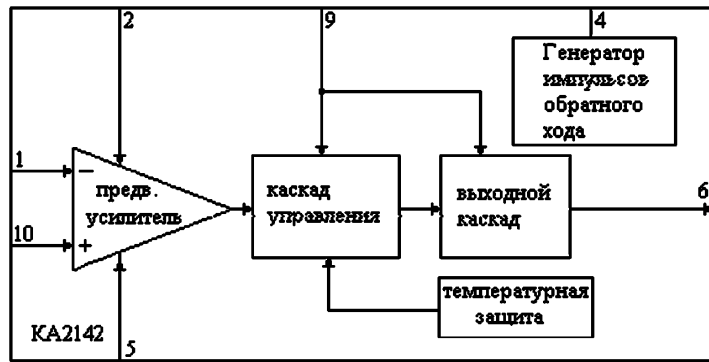
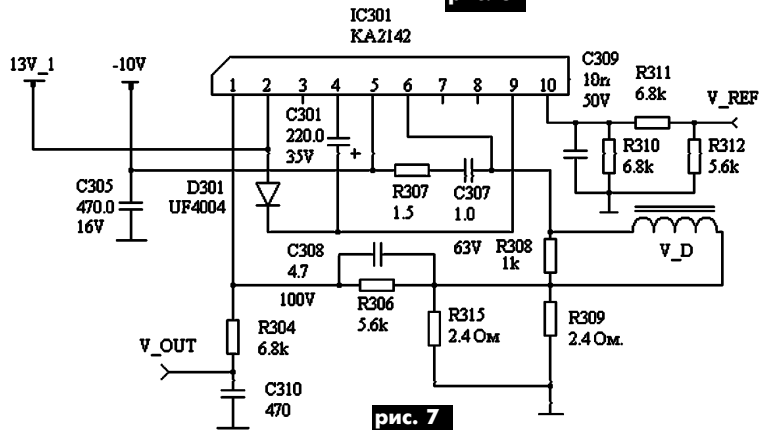

рис. 6
рис. 7
**Микросхема KA2142**, производитель Fairchild Semiconductor, представляет выходной каскад вертикального отклонения. В составе микросхемы предварительный и выходной усилители, генератор обратного хода, цепь отключения при тепловых перегрузках (**рис.6**). Назначение выводов микросхемы приведено в **табл.4**. Схема включения микросхемы, используемая в мониторах Samsung моделей DP14LS/14LT, DP15LS/15LT [9], показана на **рис.7**. Зодающее напряжение пилообразной формы амплитудой 3,16 В поступает на инвертирующий вход (вывод 1) предварительного усилителя микросхемы IC301 через R304, C310. На второй вход усилителя подается опорное напряжение +8,12 В через делитель R310, R311, R312. С выходного каскада (вывод 6) пилообразный ток поступает на катушку вертикального отклонения  $V_{DY}$ . Элементами R306, R307, R308, R309, C307, C308 осуществляется коррекция пилообразного напряжения. Выходной усилитель питается цепью D301, C301 от источника +13,1 В.